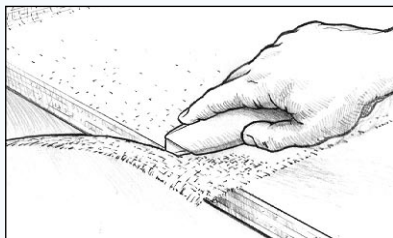

Figura 25 Recorte la tela sobrante después de que el epoxi se haya gelificado pero antes de que se endurezca.
8. Recorte la tela sobrante y la solapada (*Figura 25*) una vez que el epoxi ha llegado a la fase inicial de curado. La tela se corta fácilmente con un cutter siempre que el epoxi no se haya curado del todo. Si se requiere, recorte la tela solapada de la forma siguiente.